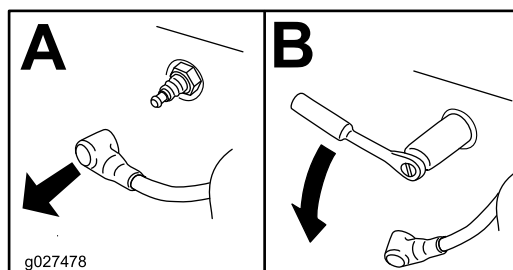

Bild 26
4. Nehmen Sie die Zündkerze heraus, wie in **Bild 26** abgebildet.